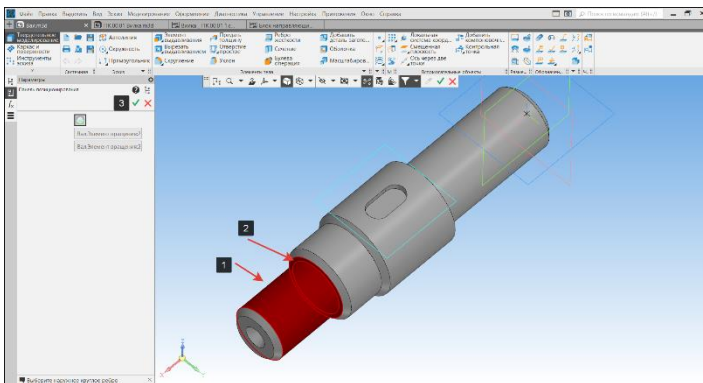

Рисунок 111 – Область построения канавки
- После того, как будет указана кривая, на трехмерной модели подсветится красным цветом цилиндрическая поверхность (1) и торец цилиндра. В месте пересечения будет построен макрос канавки под выход шлифовального круга (Рисунок 111);
- Нажмем на кнопку Создать объект и перейдем в окно библиотеки (3) (Рисунок 111);